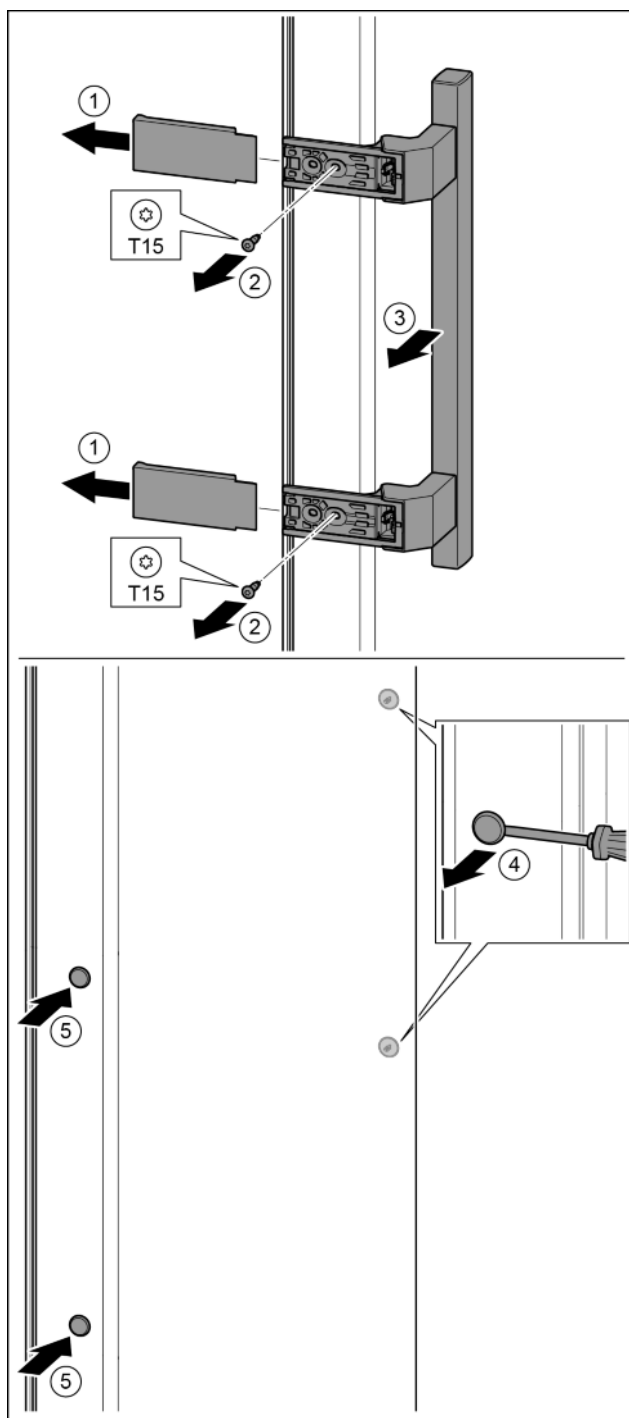

Fig. 15
- ▶ Snemite pokrov. Fig. 15 (1)
- ▶ Izvijte vijake z izvijačem T15. Fig. 15 (2)
- ▶ Snemite ročaj. Fig. 15 (3)
- ▶ S ploščatim izvijačem previdno dvignite stranski čep in ga izvlecite. Fig. 15 (4)
- ▶ Čep ponovno vstavite na drugi strani. Fig. 15 (5)